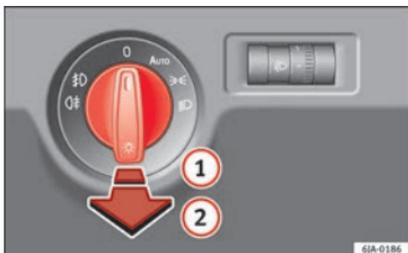

Fig. 132 Cuadro de instrumentos: mando de luces.
- Primero, gire el mando de las luces » **fig. 132** hasta la posición **AUTO**, » o ».
- Primero, gire el mando de las luces » **fig. 132** » **pág. 128** hasta la posición **AUTO**, » o ».